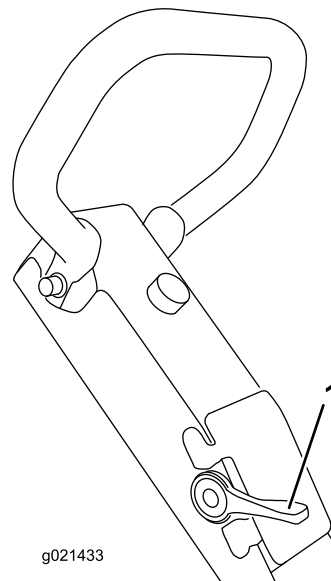

Figure 14
1. Placez la commande d'accélérateur à la position bas régime (Figure 14).